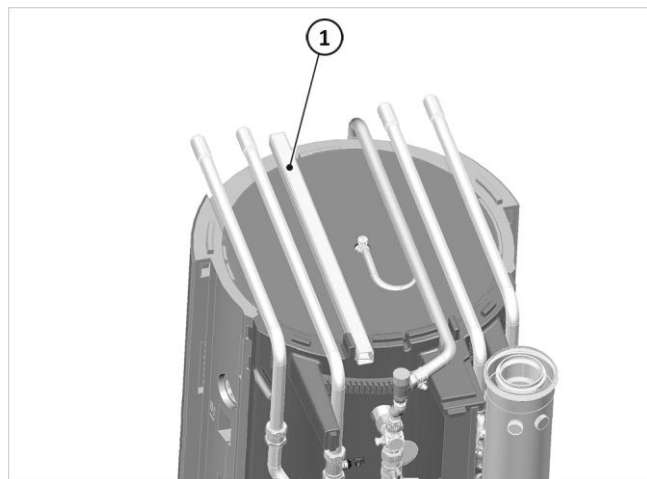

Fig. 104: canalina guida cavi
1. Far passare il cavo Modbus della scatola di distribuzione attraverso il canale passaggio cavi → *fig. 104* (1) che si trova sul coperchio.